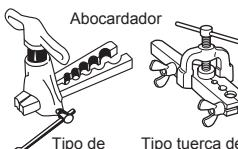

Fig. 4
- Al tender la tubería de drenaje, asegúrese de que la manguera de drenaje (1) sea tiende tal y como se indica a continuación. (Fig. 4)
- 4) Labores de abocardamiento (Fig. 4, 5). Sujete firmemente el tubo de cobre de la dimensión que se muestra en la tabla. Seleccione A pulgadas (mm) en la tabla según la herramienta que emplee.